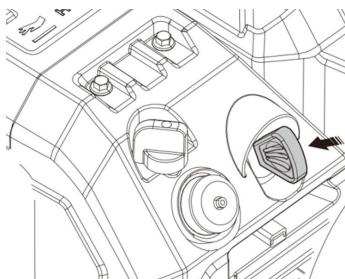
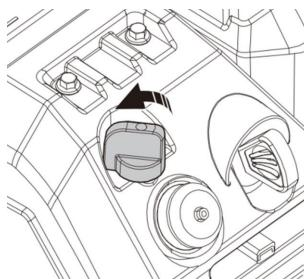
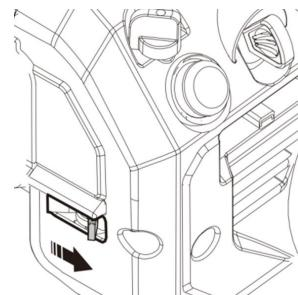

Рис. 19
Рис. 20
Рис.21
Переведите контактный ключ включения системы зажигания до упора, что будет соответствовать положению «Запуск» (ON), в результате чего электрическая схема агрегата будет готова к запуску (Рис. 19). Для запуска «холодного» двигателя переместите рычаг воздушной заслонки (до упора влево) в положение «Закрыто» (Рис. 20). Рычаг топливного крана переместите до упора вправо, чтобы топливо поступало в двигатель (Рис. 21).